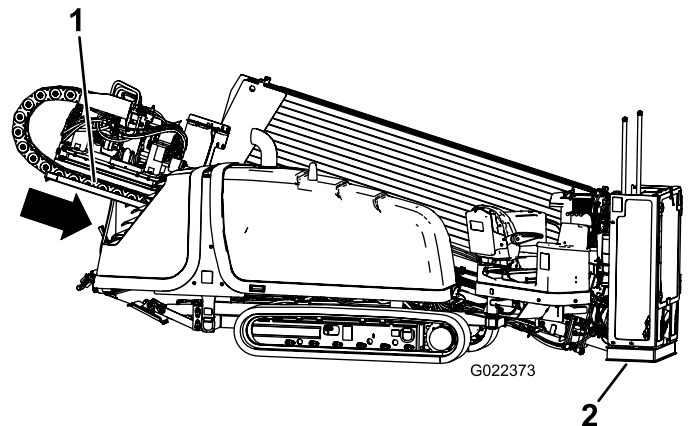

Bild 44
4. Senken Sie den Schubrahmen ab und kippen Sie den Bohrrahmen, bis die Platte den Boden berührt (Bild 44).